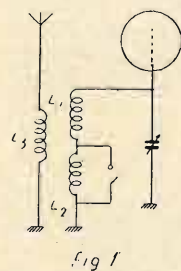
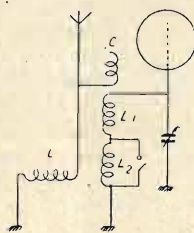
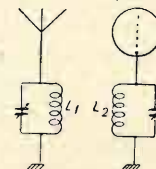
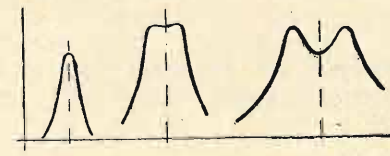

Fig. 1
Fig. 2
Fig. 8
Fig. 12
tenna L3. Teoricamente il montaggio è rappresentato dalla fig. 1 ma praticamente noi possiamo adottare due soluzioni.
Consideriamo un accoppiamento nel circuito d'antenna come fig. 2. Questo accoppiamento è costituito spesso da una bobina comune con un numero elevato di spire (L) e dove l'accoppiamento magnetico con gli avvolgimenti L1 e L2 è praticamente debolissimo. Per trasmettere al circuito di griglia le tensioni A.F. sviluppate nel circuito di antenna utilizziamo un accoppiamento di qualche spira di filo avvolta su la bobina L1.
La fig. 4 mostra l'applicazione pratica d'un blocco d'accordo seguente lo schema della fig. 2. Bisogna che gli avvol-
In via generale un preselettore o filtro di banda A.F. comporta due circuiti accordati accoppiati fra loro, sia per induzione (fig. 8) sia per resistenza capacità
medesima frequenza sono accoppiati, abbiamo due frequenze distinte di risonanza per l'assieme; e queste due frequenze (fig. 1 e fig. 2) sono tanto più ravvicinate quando più è lasco l'accoppiamento. Da un certo coefficiente di accoppiamento (accopp. critico) e al di sopra, fig. 1 e fig. 2 si confondono. La fig. 12 mostra tre aspetti differenti della curva di risonanza di un preselettore.
A sinistra l'accoppiamento è lasco; la selettività è buonissima ma il rendimento è cattivo (perdita di sensibilità). Al centro, accoppiamento leggermente al disopra del valore critico: rendimento ottimo in selettività e amplificazione. A destra, accoppiamento stretto: cattiva selettività, apparizione delle due punte (risonanza fig. 1 e fig. 2). Se noi prendiamo l'accoppiamento puramente magnetico (fig. 8) il coefficiente di accoppiamento K cresce con la frequenza.